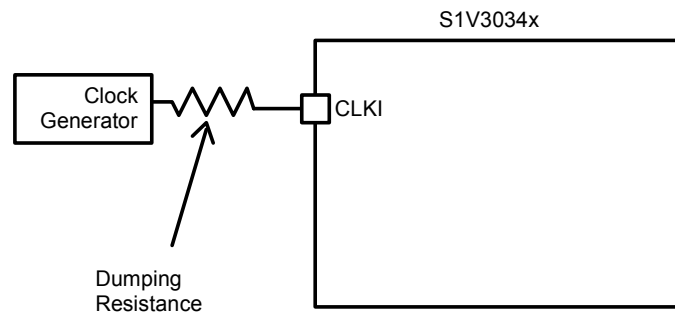

図 10.3 クロック入力 オーバーシュート／アンダーシュート対策例
- OSCI, OSCO 端子と配線は、基板の隣接する層も含め、VSS でシールドしてください。配線する層は、図 10.3 のように広めにシールドしてください。隣接する層については、できれば全面をグラウンド層に、最低でも上記端子と配線の周囲を 5mm 以上カバーするようにシールドしてください。この対策を施した場合でも、前述の通りデジタル信号線との並走は禁止します。他の層での交差についても、スイッチング頻度の低い信号以外はできるだけ避けてください。